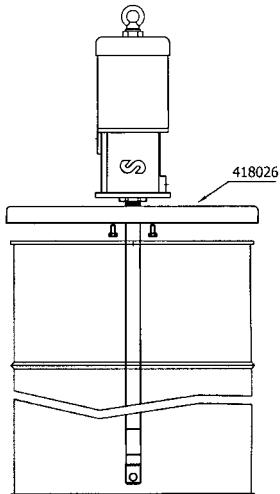

Fig. 2
- Mounting with reinforced cover (418026 for 185 Kg drum and 418025 for 50 Kg drum). Insert the pump through the cover and fasten it with the enclosed screws. Insert the pump through the bung opening and fasten the cover onto the drum firmly (See figure 2).
- Montage avec couvercle renforcé (418026 sur fût de 185 Kg et 418025 sur tonneau de 50 Kg). Introduire la pompe par le couvercle et la fixer à l'aide des vis fournies. Fixer fermement le couvercle sur le fût/tonneaulet (voir figure2).